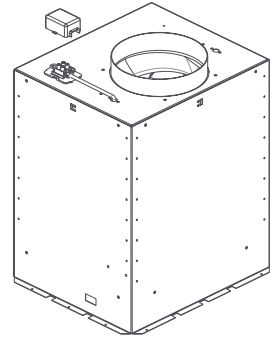

Abb. M5
Auf der Motorbox ist in einer kleinen schwarzen Box (Abb.M5) eine Lüsterklemme mit eingesetzter Kabelbrücke installiert (⇐ Abb. 3.1). Öffnen Sie die Box indem Sie den Deckel an den langen Seiten zusammendrücken ① und abnehmen ②.